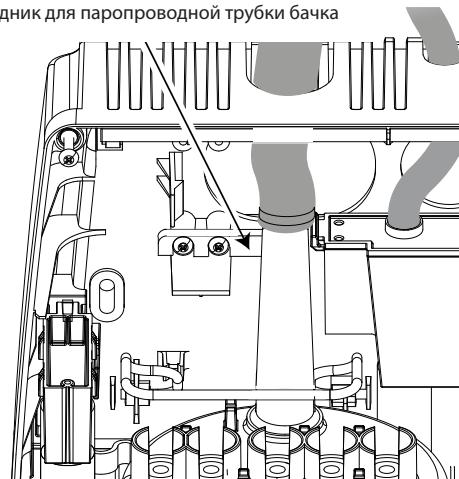

Рис. 3.o
**Важно:** чтобы конденсат отводился через патрубок для слива воды, установите парораспределитель под небольшим уклоном (минимум 2°, см. рис. 3.l)
Во время работы увлажнителя небольшое количество пара может конденсироваться, что приводит к снижению производительности и появлению посторонних шумов (бульканье). Для отвода конденсата подсоединяется сливная трубка (артикул CAREL 1312353APG) с гидрозатвором под минимальным уклоном 5° к нижней части увлажнителя (см. рис. 3.l). Трубка для слива конденсата должна проходить через отверстие, расположенное в верхней части заливного бачка внутри увлажнителя, как показано на рис. 3.k.